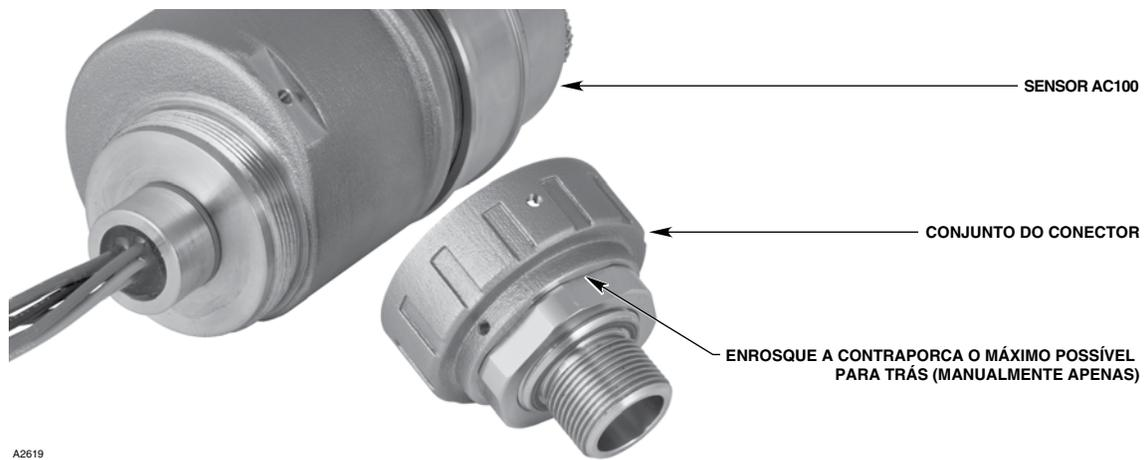

Figura 9—AC100 com conjunto de conector removido
1. Remova o conjunto do conector do sensor AC100. Consulte a Figura 9.